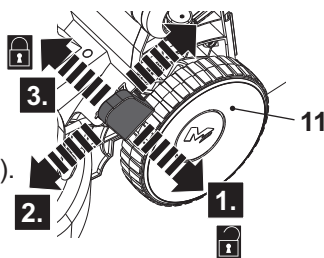

Fig. 13
1. Tirez le levier (10) vers la roue arrière (11) (Fig. 13, étape 1).
2. Déplacez-le en avant ou en arrière pour régler la hauteur de coupe (Fig. 13, étape 2).
3. Relâchez le levier (10) et veillez à ce qu'il s'engage correctement dans son logement (Fig. 13, étape 3).